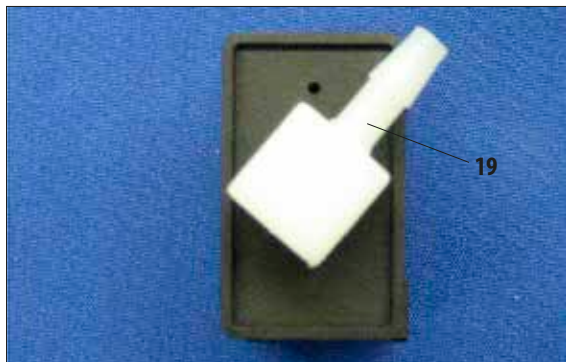

图 28
如果将两个冲洗缸并排放置，则必须将左边冲洗缸的接头 (19) 校准，如图 28 所示。